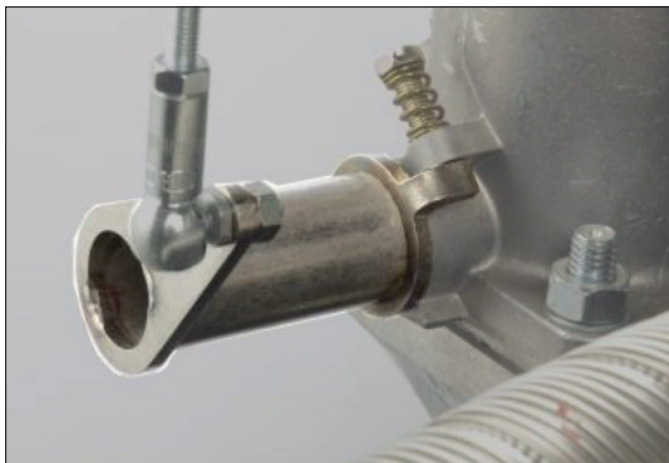

Fig. 3
- Carefully bend the lock tab on the rear throttle shaft retaining nuts and remove the nuts. (Fig.3)
- The short lever (Pos.1;Fig.4) needs to go on the left carburettor while the longer throttle lever (Pos.1; Fig.3) needs to be installed on the right carb.
- Montieren Sie auf der linken Seite den langen Hebel (Pos.1; Fig.3) und auf der rechten Seite den kurzen Hebel (Pos.1; Fig.4).